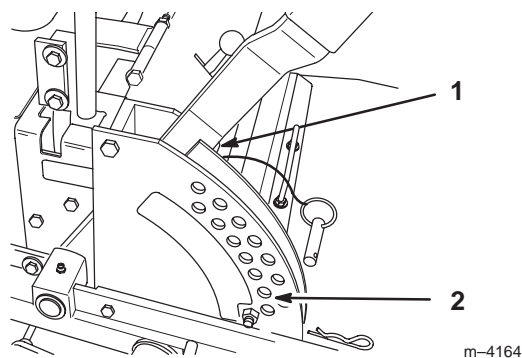

Figure 51
- Vérifiez la pression des quatre (4) pneus et réglez-la à 90 kPa (13 psi) au besoin.
- Relevez le plateau de coupe en position de transport et détendez les deux grands ressorts de levage du plateau en desserrant l'écrou situé devant chaque ressort (Fig. 51).
- Placez deux cales de 38 mm (1-1/2") d'épaisseur sous le bord inférieur arrière gauche et droit de la tondeuse. Placez un bloc de 57 mm sous le bord inférieur central avant de la tondeuse. Sélectionnez la hauteur de coupe de 51 mm (2") (Fig. 51).
1. Déplacez le levier de relevage du plateau de coupe à la position de transport (Fig. 51).